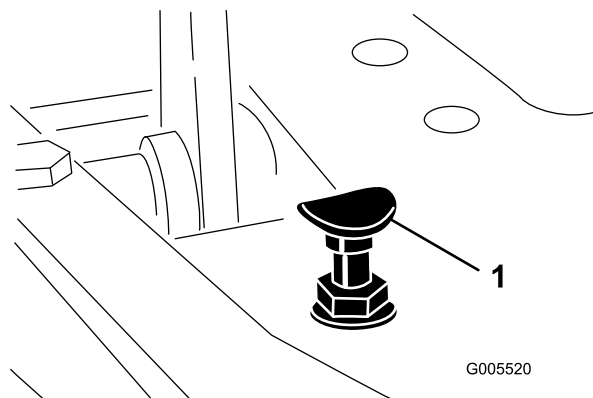

Figure 56
Pour obtenir la vitesse de transport maximale, placez le sélecteur de fonction en position de transport et appuyez sur la pédale de déplacement. Si la pédale touche la butée (Figure 56) avant que la tension soit ressentie sur le câble, un réglage est requis.
1. Placez le sélecteur de fonction à la position de transport et desserrez le contre-écrou de fixation de la butée de pédale au plancher (Figure 56).